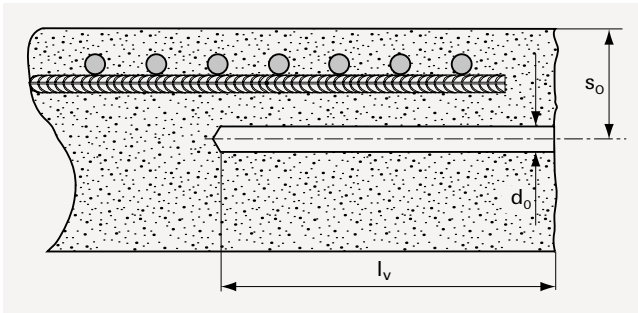

Abb. 4: Verankerung nahe am Bauteilrand
- Der Ausführende hat mit darauf zu achten, dass bei einer Verankerung nahe am Bauteilrand (Abb. 4) die Mindestbetondeckung **min c** (Tab. 1) und der Mindeststabsabstand **min as** (Gl. 1) der eingemörtelten Bewehrungsstäbe eingehalten werden. Anderenfalls die Arbeiten einstellen und den Statiker informieren bzw. befragen.